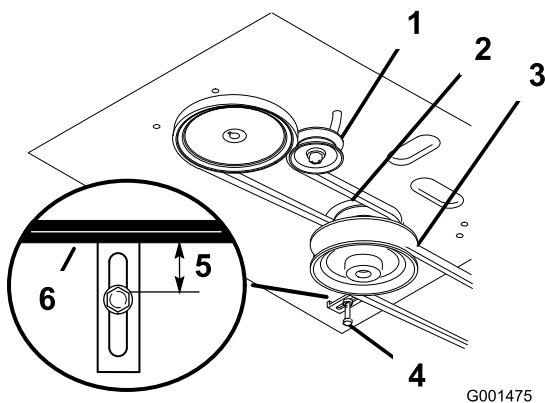

Figura 37
4. Retire la correa del cortacésped (Figura 37).
5. Afloje el perno de pivote lo suficiente para poder desplazar la polea tensora dentro de la ranura, y retire la correa de tracción de las poleas del motor y de la transmisión (Figura 37).
6. Instale la correa nueva alrededor de las poleas del motor y de la transmisión (Figura 37).
7. Desplace la polea tensora respecto al bastidor del motor para tensar la correa de tracción (Figura 37).
8. Instale la correa del cortacésped (Figura 37).
9. Compruebe que la guía de la correa, situada debajo del bastidor del motor, está ajustada correctamente (Figura 37).
13. Compruebe que la guía de la correa, situada debajo del bastidor del motor, está ajustada correctamente (Figura 37).